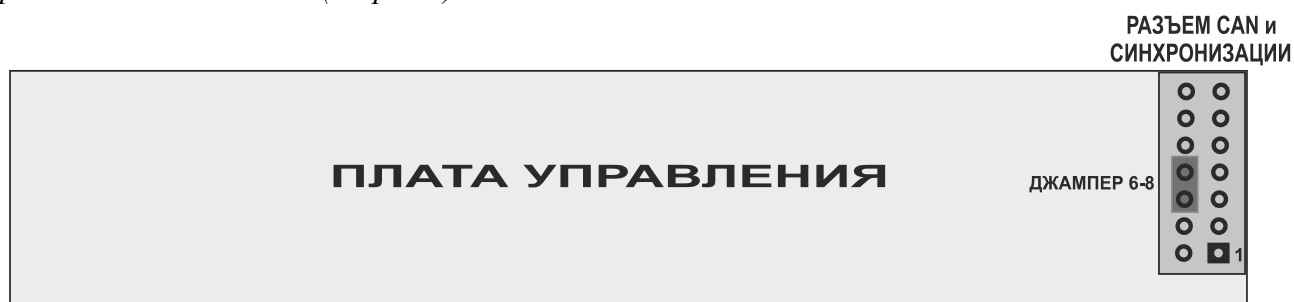

Рис.2
**ВНИМАНИЕ!** *Постоянное мигание **зеленого** светодиода «Работа» при свечении **желтого** светодиода «Вход» свидетельствует об отсутствии выходного напряжения инвертора. Наиболее часто длительное мигание **зеленого** светодиода означает, что к разъему CAN на лицевой панели инвертора не подключена ответная часть с перемычками или не установлена заменяющая внешний разъем перемычка для одиночной работы на разъеме внутри инвертора. Для обеспечения включения в случае одиночно работающего инвертора должен быть обязательно установлен джампер 6-8 в разъеме CAN и синхронизации платы управления (см.рис.2).*